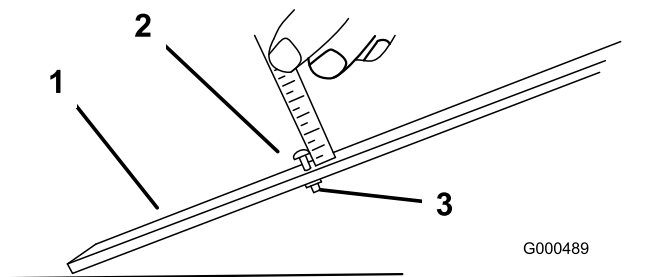

Bild 18
2. Lösen Sie die Mutter an der Messlehre und stellen Sie die Einstellschraube auf die gewünschte Schnitthöhe ein (Bild 18).